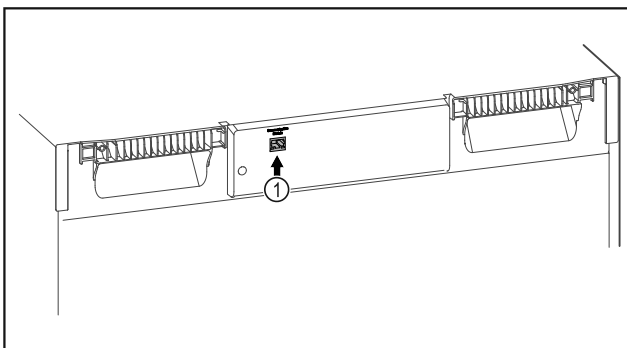

Fig. 127
- Το SmartModule Fig. 127 (1) χρησιμοποιείται.